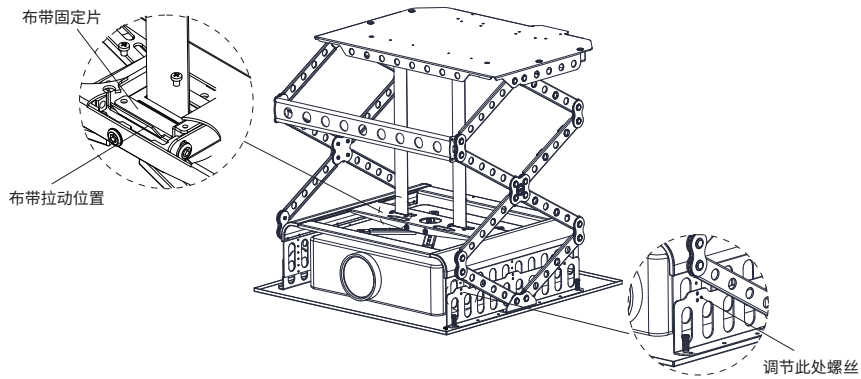

图6
4.如图6,可松开布带固定片中的螺丝来拉动布带缩减投影机下降的高度(0mm-600mm)。另外当遇到较大的投影机时,可依图 6-2 所示,将原本固定的螺丝松,调整至适合投影机高度的螺丝孔位。